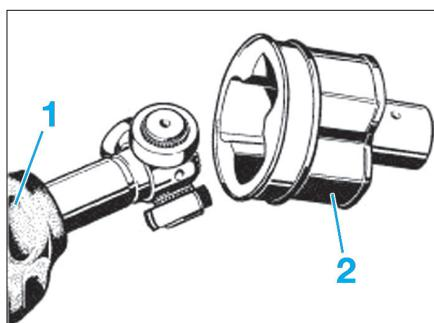

Fig. 7
- Retrousser le soufflet (1) sur l'arbre de transmission puis déposer le fourreau tulipé (2) (**Fig.7**).